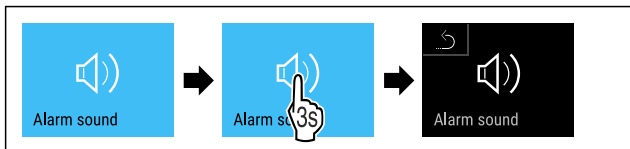

Fig. 93
- ▶ Suorita toimenpidevaiheet (katso Fig. 93).